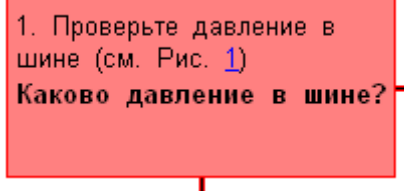

Рис. 168
1. Выполните действие, указанное в первом шаге процедуры поиска неисправности, «Проверьте давление в шине» (Рис. 168).